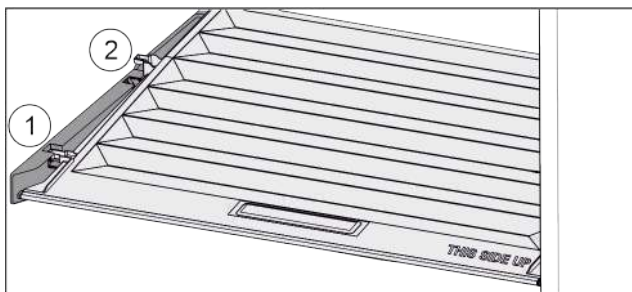

Fig. 31
- Потянуть крышку до отверстия в поддерживающих деталях вперед Fig. 31 (1).
- Поднять сзади снизу и извлечь Fig. 31 (2) движением вверх.